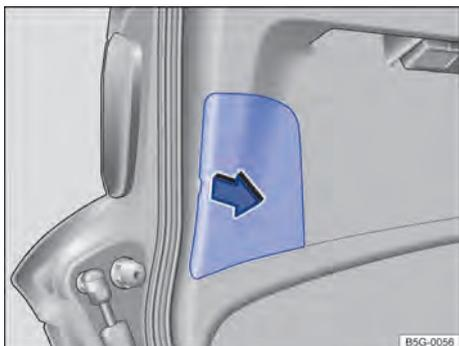

Fig. 206 Na tampa do compartimento de bagagem: retirar a cobertura.
3. Levantar com cuidado a cobertura, se necessário, com a lâmina plana da chave de fenda das ferramentas de bordo → Fig. 206.